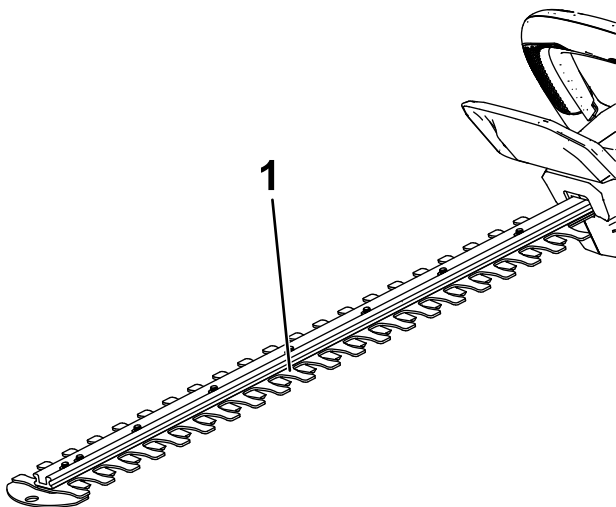

Figure 11
3. Enduisez le bord des lames supérieures d'huile pour machine légère (par ex. n° 10) (Figure 11).